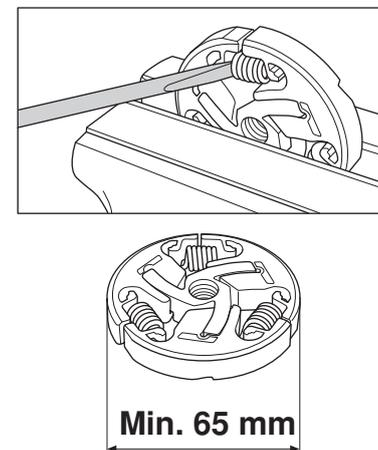

Fig. 16
- Compruebe el grosor de las zapatas de embrague midiendo con el compás de corredera por todo el centro del embrague. Si la medición es inferior a 65 mm debe cambiarse todo el embrague (fig. 16).